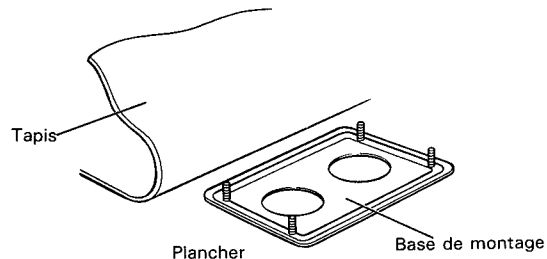

Fig. 3
2. Retourner le tapis où le lecteur doit être installé et placer la base de montage sur le plancher. (Fig. 3)
- S'assurer de ne jamais toucher la surface du signal lors de la manipulation des discs. Prendre les discs en les tenant par le bord extérieur ou par le bord du trou central et le bord extérieur. (Fig. 2) (Fig. 3)